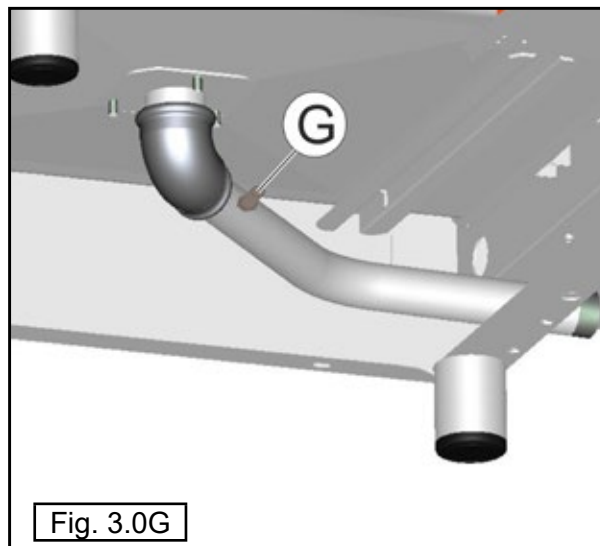

Fig. 3.0G
| Régulateur débit eau de condensation(optional) - Fig. 3.0G | Ø 0.7 mm                 | Ø 0.7 mm                 | Ø 0.7 mm                 |
| Régulateur débit eau de condensationFig. 3.0G         | Ø 0.7 mm                 | Ø 0.7 mm                 | Ø 0.7 mm                 |
Grâce à l'injecteur (G), l'électrovalve introduit de l'eau froide dans le tuyau d'évacuation pour condenser la vapeur quand la température atteint 90°C (Fig. 3.0G).